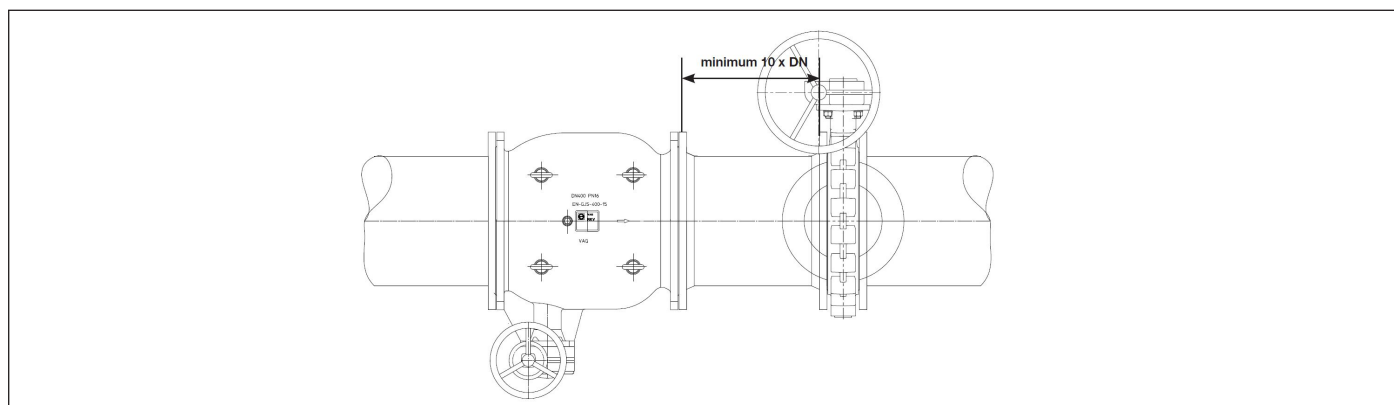

Bild 8: Installation av VAG CEREX® 300 vridspjällsventil nedströms reglerventiler.
- När du installerar en vridspjällsventil nedströms en reglerventil eller en kolvventil, se till att det finns tillräckligt med utrymme mellan dem (minst 10 x DN) (se bild 8).